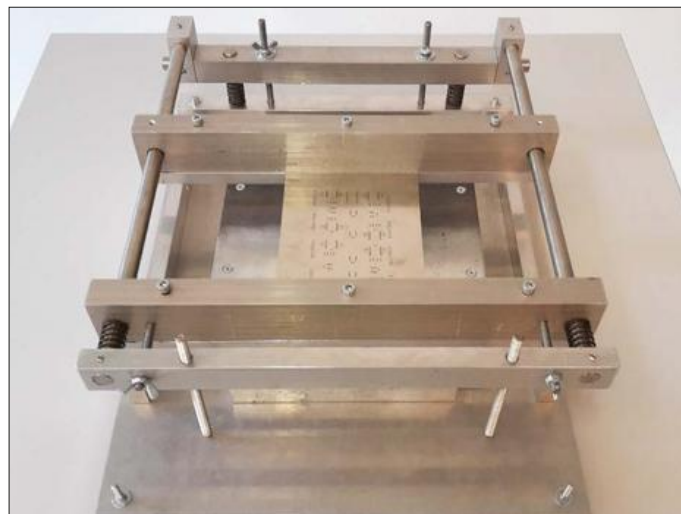

figure 4. La barre avant est tirée vers la contre-barre au moyen d'écrous papillon.
arrière est immobilisée sur les rails par des vis sans tête alors que la barre avant peut (encore) coulisser librement, ce qui nous amène à la dernière pièce, la barre de tension (14) qui est aussi immobilisée sur les rails par des vis sans tête. La barre libre avant comporte deux trous taraudés dans lesquels sont vissées des tiges filetées (15) qui traversent librement la barre de tension. Sur ces tiges, des écrous papillon permettent de tirer la barre libre vers la barre de tension (**fig. 4**). Deux ressorts sur les rails cylindriques font en sorte qu'on puisse toujours revenir à la position de réglage initiale. Enfin, deux tiges filetées verticales (16) traversant la barre de tension assurent que la hauteur du porte-masque à l'avant puisse être réglée au moyen d'écrous papillon à l'identique de la hauteur à l'arrière.